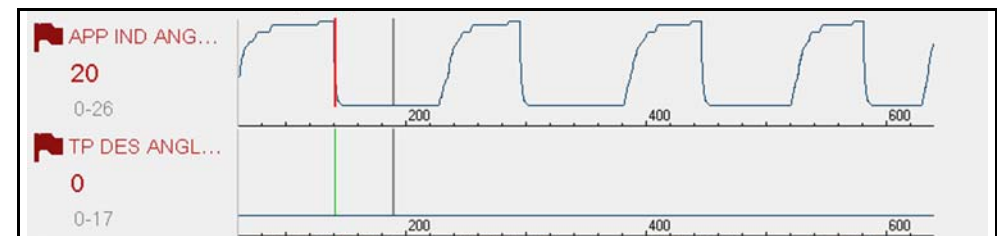

Abbildung 6-13 Trigger ausgelöst
- Eine rote Cursorlinie in der PID-Grafik (Abbildung 6-13) mit dem ausgelösten Trigger zeigt an, an welcher Stelle der Trigger ausgelöst wurde.